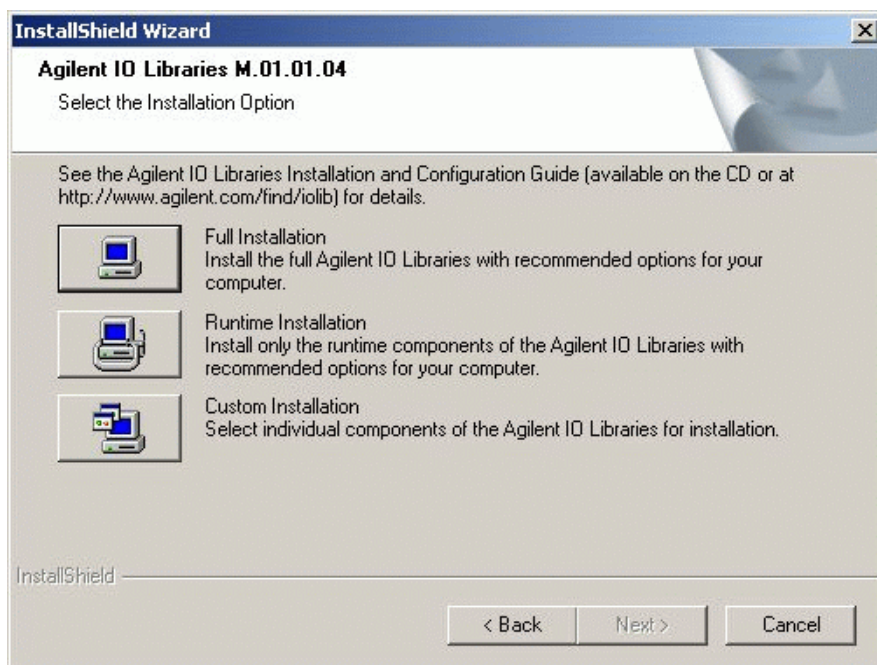

Abbildung 16 Wählen Sie die vollständige Installation von SICL und VISA.
- 3 Wählen Sie **Vollständige Installation** zur Installation der SICL-Bibliotheken und VISA-Komponenten (siehe Abbildung 16 auf Seite 56). Wählen Sie **Weiter**, damit das System mit der Installation der SICL- und VISA-Komponenten der I/O-Bibliotheken beginnt.